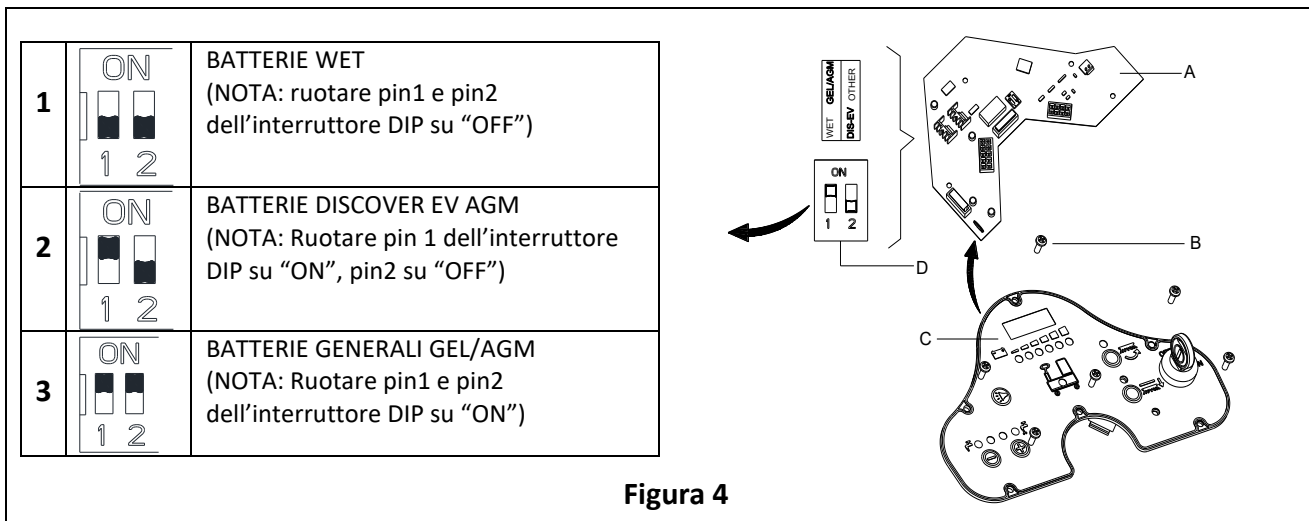

Figura 4
Nell'installare nuove batterie, seguire la Figura 4 per impostare l'interruttore DIP, altrimenti le batterie potrebbero risultare danneggiate da impostazione scorretta.
1. Inserire l'interruttore chiave (40) e ruotarlo su "ON", facendo attenzione a quanto segue durante i primi secondi di avvio della macchina:
- Se la luce verde (37) lampeggia, la macchina è impostata per l'uso di batterie GEL/AGM.
- Se la luce gialla (33) lampeggia, la macchina è impostata per l'uso di batterie Discover EV AGM.
- Se la luce rossa (32) lampeggia, la macchina è impostata per l'uso di batterie WET.
- Svitare la vite (B, Figura 4) sul pannello di controllo, quindi ribaltare il PCBA (A) sul pannello per trovare l'interruttore DIP (D), seguire la Figura 4 per le impostazioni DIP.